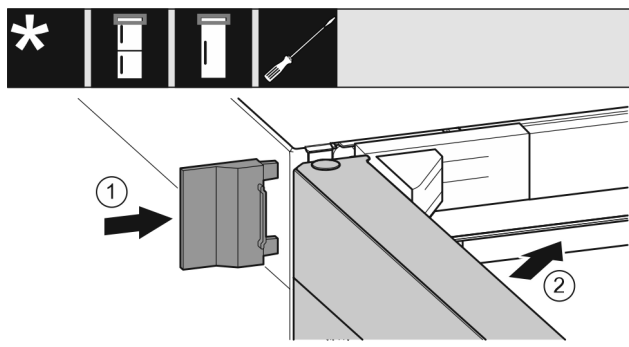

Fig. 23
- ▶ Uzbīdīet ārējo pārseģu Fig. 23 (1).
- ▶ Aizveriet augšējās durvis Fig. 23 (2).